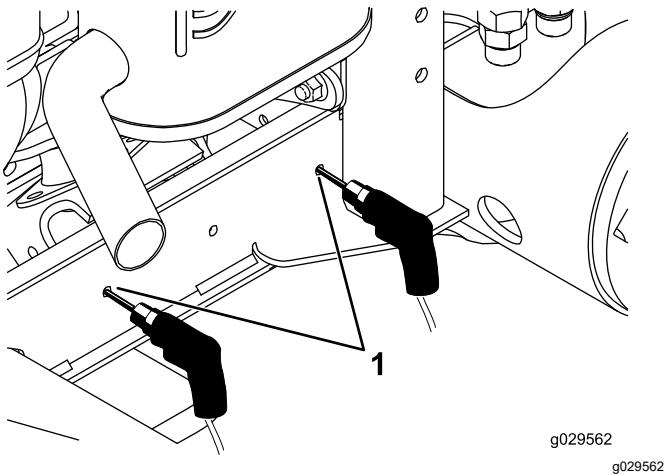

Figura 20
10. En las posiciones marcadas en el paso 8, perfore 2 taladros (7,13 mm de diámetro) a través del canal del bastidor (Figura 20).